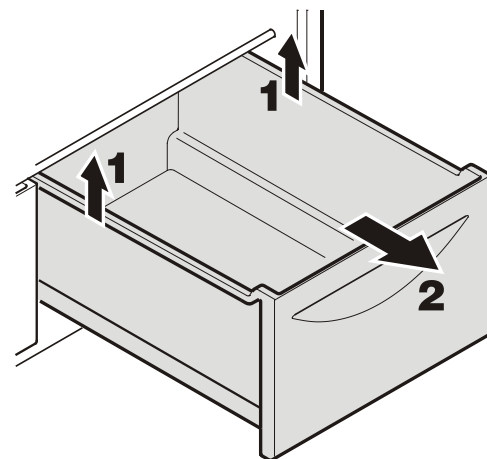

Figura 15
Extraiga del todo el cajón, cójalo de la parte posterior y levántelo - **Figura 15**.
- Retire los cajones para fruta/verdura según se muestra en la **Figura 15**.